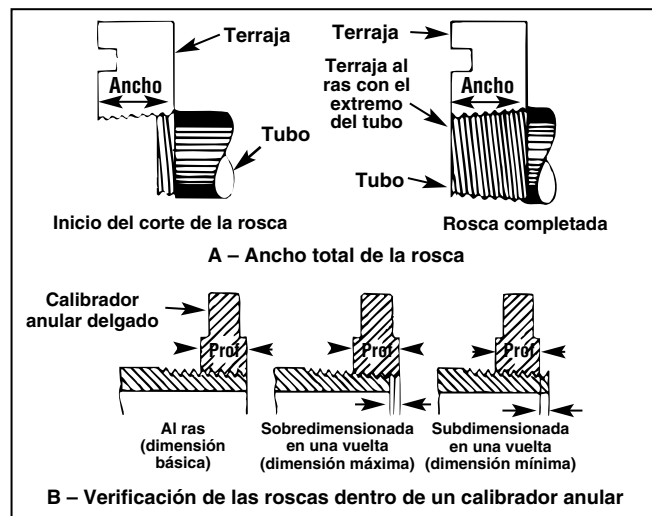

Figura 11 – Verificación de la longitud de la rosca
2. El cabezal de terrajas puede regularse para obtener el diámetro de rosca apropiado. Si es posible, chequela con un calibrador o medidor anular de roscas (Figura 11). La rosca está bien cortada si el extremo del tubo se encuentra a más/menos una vuelta de estar al ras con la cara del calibrador anular.